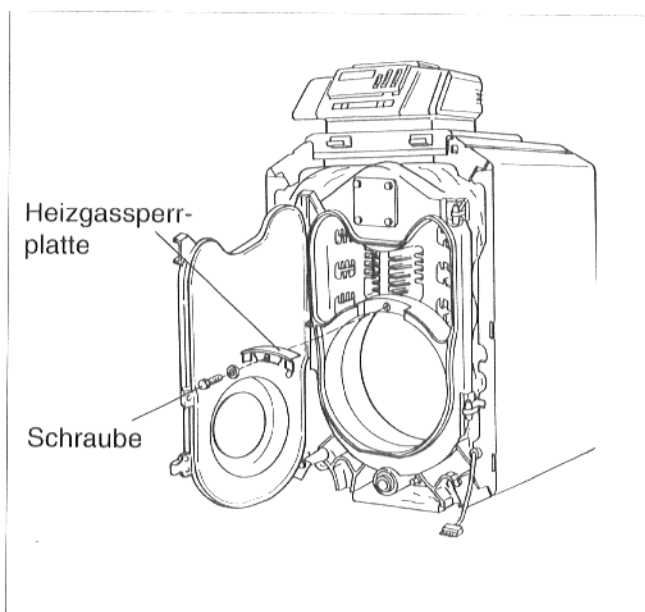

Abb. 40
- Schraube in der Mitte der Heizgassperrplatte entfernen (Abb. 40).